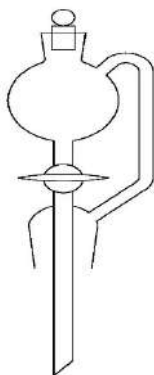

Рис. 7. Воронка капельная
5. **Воронка капельная** (рис. 7) – применяется для введения вещества в сосуд малыми дозами к реакционной смеси. Капельные воронки бывают различной емкости и применяются при монтаже приборов, преимущественно при синтезах и некоторых исследованиях, когда необходимо вводить в реакционную массу какой-нибудь реактив каплями или небольшими порциями. Кран капельной воронки должен легко поворачиваться, для этого его смазывают подходящей смазкой, в крайнем случае - вазелином. Капельные воронки отличаются от делительных тем, что они более легкие, тонкостенные и в большинстве случаев с длинным концом. Материал – стекло.